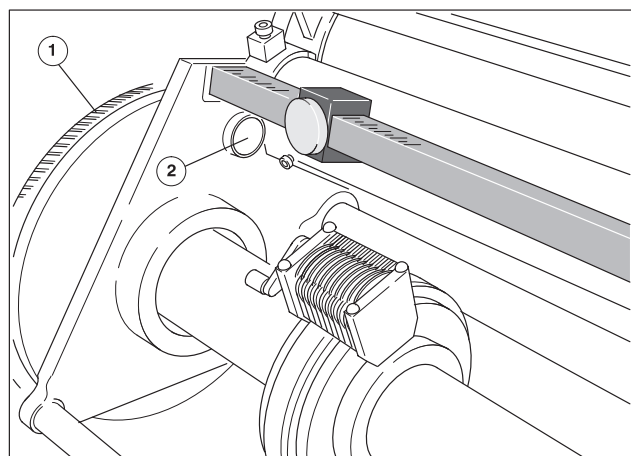

Рис. 36 Зафиксировать приводную шестерню
- 3 Положение приводной шестерни зафиксировать латунным винтом (Рис. 36/②).